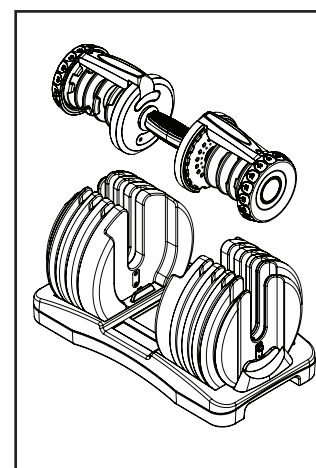

Figure 2
2. Vous serez en mesure de retirer la poignée de la base laissant tous les disques derrière (Figure 2).